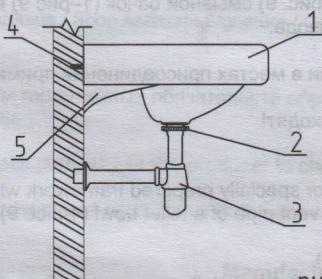

рис. 11/pict. 11/11-сүр
3. Отметьте на стене расположение отверстий для крепежных болтов. Просверлите монтажные отверстия для креплений. Установите умывальник на заранее прикрепленные к стене кронштейны (5 -рис.11) и прикрепите умывальник к стене при помощи двух крепежных болтов (4 -рис. 11).
5. Соедините умывальник с канализационной сетью с помощью специального сифона (3-рис. 11).